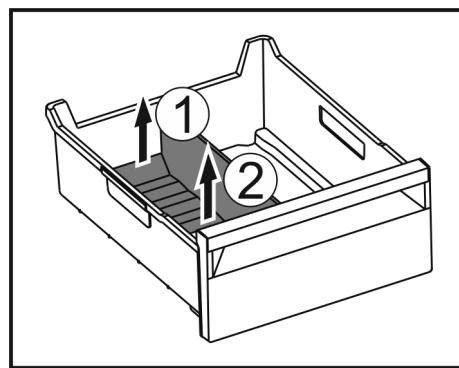

Fig. 184
- Hinteren Teil des Eisfach-Trenners anheben. Fig. 184 (1)
- Eisfach-Trenner nach oben entnehmen. Fig. 184 (2)